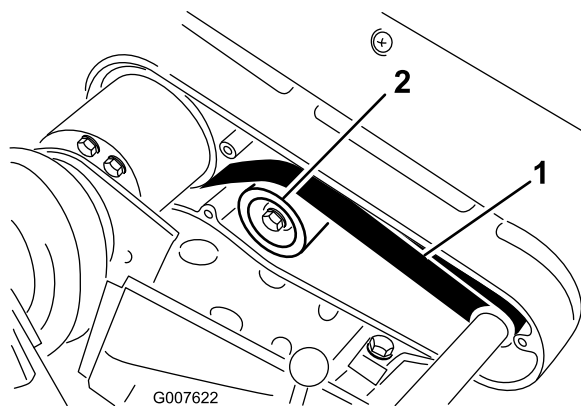

Figura 39
A. Allentate il dado di fissaggio della puleggia tendicinghia e ruotate la puleggia in senso orario verso il retro della cinghia, fino a ottenere la tensione desiderata (Figura 39).
2. Controllate la tensione premendo la cinghia al centro tra le pulegge (Figura 39) con una forza di 22–26 N.